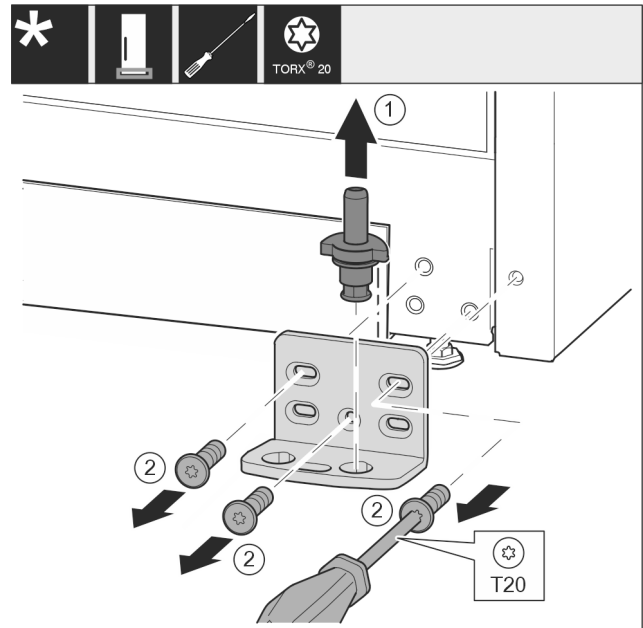

Fig. 17
- ▶ Húzza ki teljesen a csapszeget Fig. 17 (1) felfelé.
- ▶ Tekerje ki a csavarokat Fig. 17 (2) csavarhúzóval, és vegye le a csapágybakot.